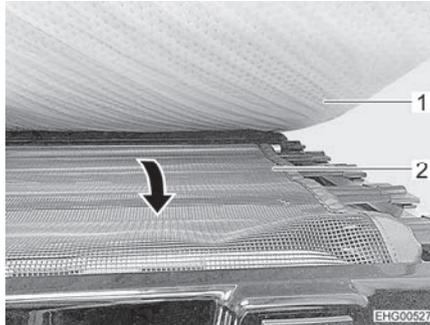

Fig. 50 Filet de sécurité
- Extraire le filet de sécurité (Fig. 50,2) disposé sous le matelas (Fig. 50,1) et le tendre sur l'ouverture de montée.